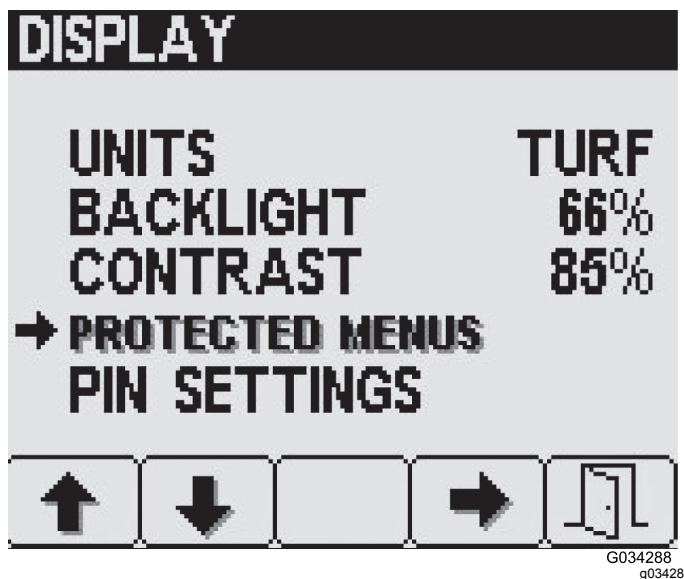

图29
1. 按 Display 显示设置屏幕上的 2 号按钮导航至 Protected Menus 受保护菜单选项然后按 4 号按钮选择 Protected Menus 受保护菜单 图29。
2. 按 2 号按钮导航至所需的受保护菜单项目 图29。